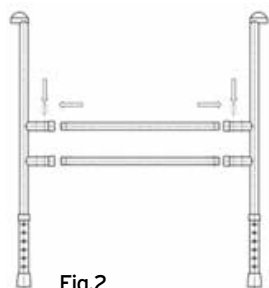

Fig.2
(Fig.2)
- Collegare i due lati del telaio insieme con i tubi di collegamento, utilizzare le clip in dotazione per il fissaggio. Il telaio è regolabile in larghezza, per regolarlo sfilare il tubo di collegamento nel telaio e fissarlo con la clip nella posizione desiderata (Fig.2)